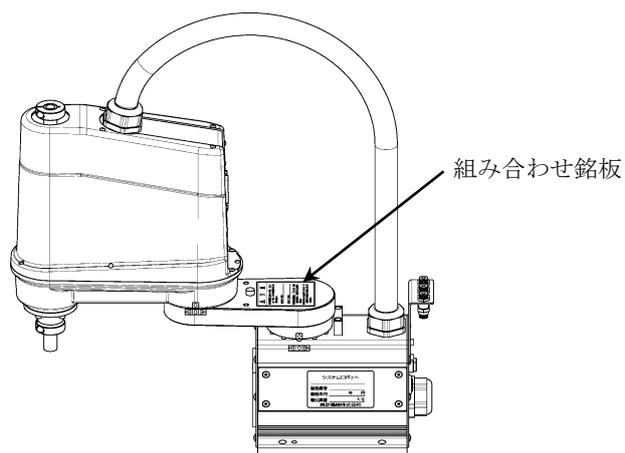
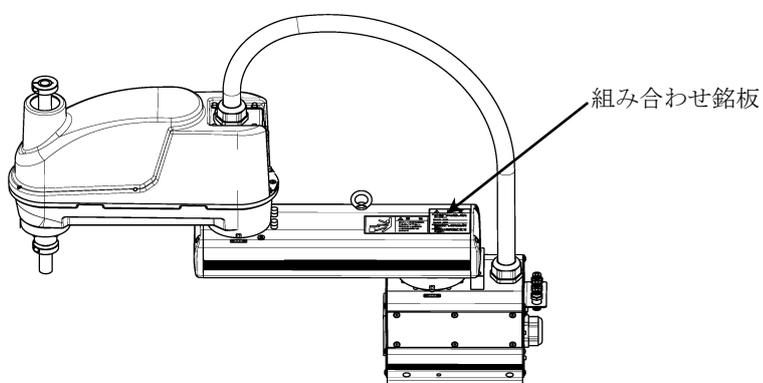

図 7.2 組み合わせ銘板貼り付け位置(KHL-300NSCN、KHL-400NSCN)
図 7.3 組み合わせ銘板貼り付け位置(KHL-500NSCN、KHL-600NSCN、KHL-700NSCN)
- 保守交換部品をご購入の際は、**ロボット本体シリアルNo.をご確認の上**、弊社にお問い合わせ願います。シリアルNo.は下記の銘板に記載されています。また、銘板の貼り付け位置については図 7.2～図 7.3 を参照ください。